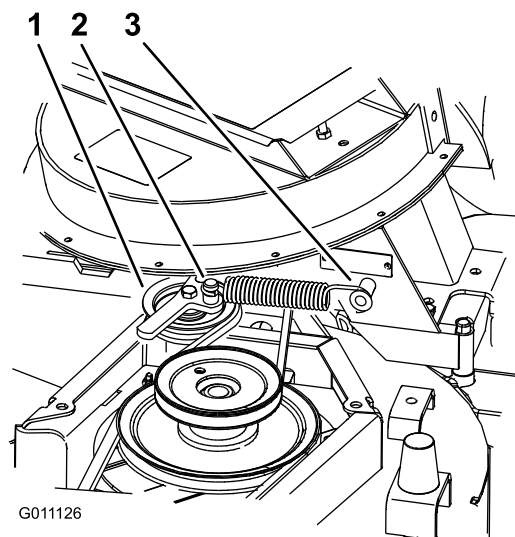

Figura 18
4. Instale el muelle según se muestra en Figura 18.